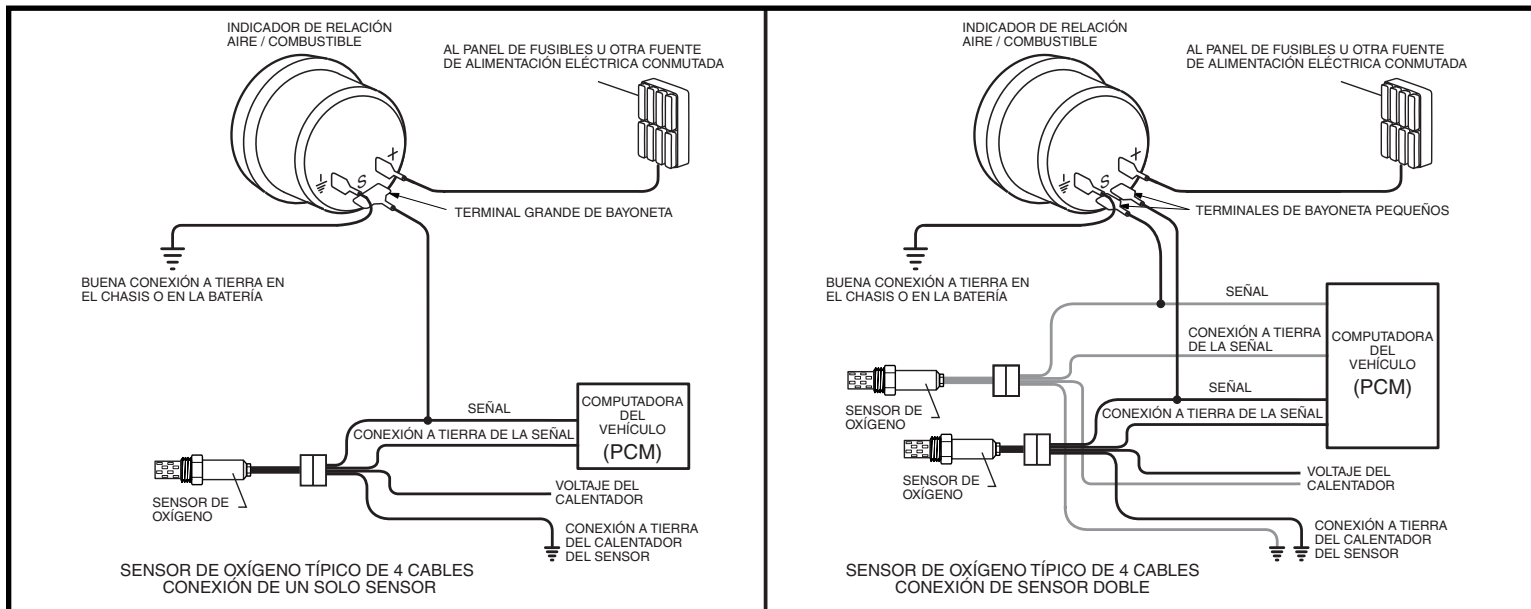

Figura 3. Conexiones del Indicador de Relación Aire/Combustible
Consulte la Figura 3 (en la contraportada) y efectúe las conexiones del indicador de la siguiente manera.
6. Conecte los cables de señal al indicador y al circuito de SEÑAL del sensor de oxígeno en el vehículo. Consulte la Figura 3 (en la contraportada) y efectúe las conexiones del indicador de la siguiente manera.
■ Si su vehículo está equipado con dos sensores de oxígeno pre-convertidor catalítico, engarce o suelde dos cables a los dos terminales pequeños de bayoneta hembra (incluidos en el conjunto de indicador), y conecte los terminales a los dos postes de señal pequeños de bayoneta, hembra, en la parte posterior del indicador. Empalme uno de los extremos flojos de los cables de señal del indicador al circuito de la señal del sensor del oxígeno en el banco #1 del motor, empalme el otro cable de la señal al circuito de la señal del sensor del oxígeno en el banco #2 del motor. Esto permite que los LEDs al lado derecho del indicador exhiban la proporción de aire/combustible para el sensor de oxígeno del banco 1 y los LEDs en el lado izquierdo del indicador exhiban la proporción de aire/combustible para el sensor de oxígeno del banco 2 (véase la figura 3).